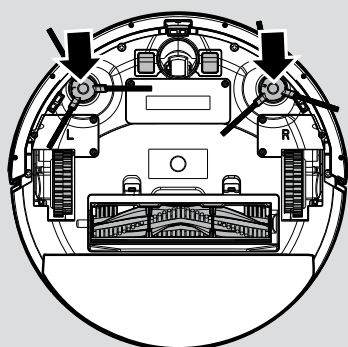

Abb. 3
7. Drücken Sie die beiden Kantenreinigungsbürsten in die Halterungen, bis sie einrasten. Beachten Sie die Bezeichnungen L und R auf dem Gerät und den Bürsten. **[Abb. 3]**